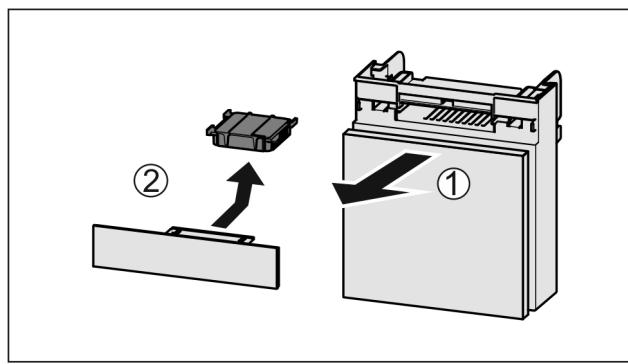

Fig. 172
► Потягніть Fig. 172 (1) відділення вперед.
► Витягнути Fig. 172 (2) фільтр з активованого вугілля.